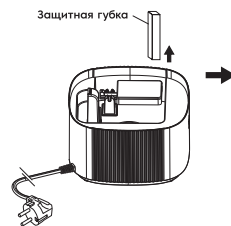

Рис.3.
- Налейте чистую воду непосредственно в емкость для воды. Уровень воды не должен превышать отметку MAX внутри резервуара (рис. 3).